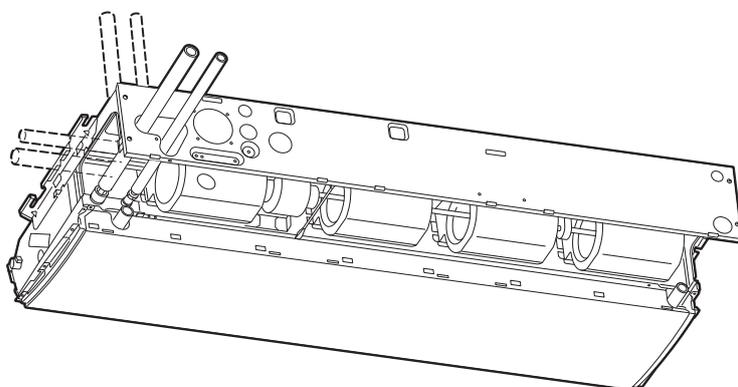

Fig. 3-78b
- * Si le tube des condensats passe par le côté gauche, reportez-vous à la figure 3-78b et installez-le en vous conformant à la procédure qui précède. Refermez le bouchon en caoutchouc que vous avez précédemment retiré sur le côté droit. Le bouchon en caoutchouc peut être inséré aisément dans l'orifice d'évacuation de l'unité principale à l'aide d'un tournevis ou d'un outil équivalent. Enfoncez à fond le bouchon dans l'orifice d'évacuation de l'unité principale.